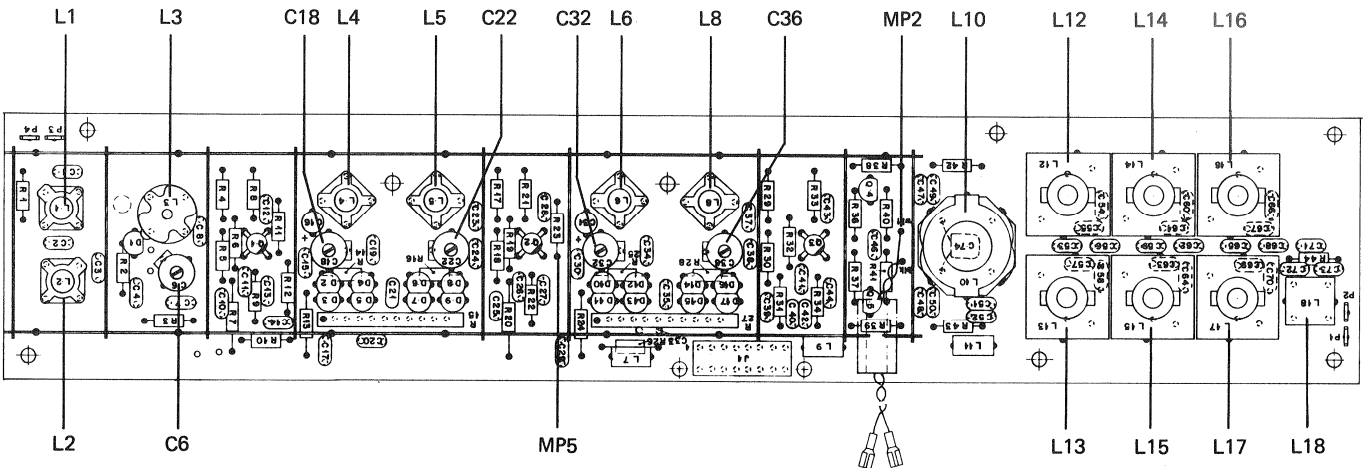
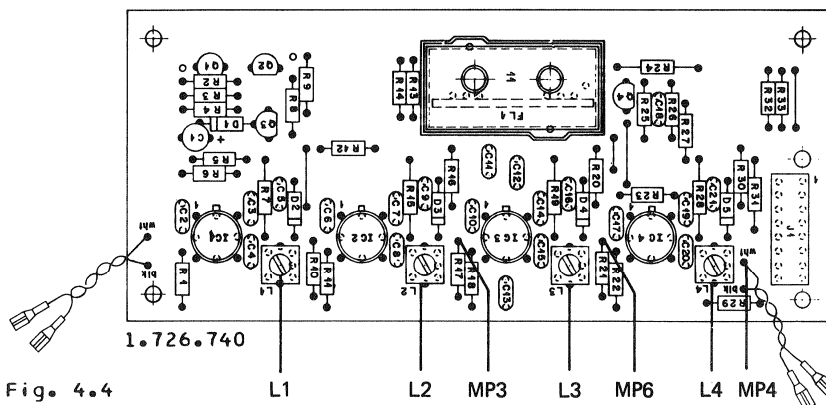

Fig. 4.3
Fig. 4.4
- Frequenzaehler an Messpunkt MP4 (weisse Litze, 1.726.740, Fig. 4.4) anschliessen.
- HF-Voltmeter an Messpunkt MP3 (R17, IC3 Pin 1, 1.726.740, Fig. 4.4) anschliessen.
- Frequenzzaehler an Messpunkt MP4 (1.726.740, Fig. 4.4) anschliessen.
- L10/L12/L13 bis L18 (1.726.730, Fig. 4.3) und L1/L2 (1.726.740, Fig.4.4) auf maximale Anzeige am HF-Voltmeter abgleichen. Einstellung mehrmals wiederholen, da sich die Spulen gegenseitig beeinflussen.
- Werden die angegebenen Werte nicht erreicht, ist die Einstellung der Spulenkern L10 und L12 bis L17 (1.726.730 Fig. 4.3) zu veraendern, bis die vorgeschriebenen Toleranzen erreicht werden. Eine allfaellige Korrektur ist mit allen Spulenkernen durchzufuehren.
- HF-Voltmeter an Messpunkt MP6 (R21, IC4 Pin1, 1.726.740, Fig. 4.4) anschliessen und L3 auf maximale Spannung einstellen.